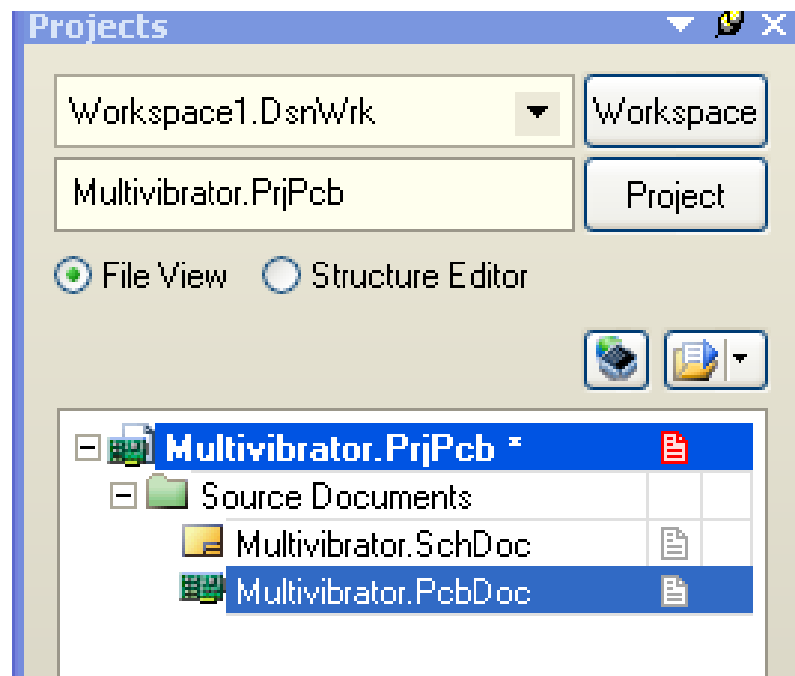

图3-12 Multivibrator.PcbDoc文件在项目文件夹下
- ❖ 15. 如果添加到项目的PCB是以自由文件打开的，在Projects面板的Free Documents单元右击PCB文件，选择Add to Project。这个PCB文件已经被列在Projects下的Source Documents中，并与其他项目文件相连接。设计者也可以直接将自由文件夹下的Multivibrator.PcbDoc文件拖到项目文件夹下。保存项目文件如图3-12所示。